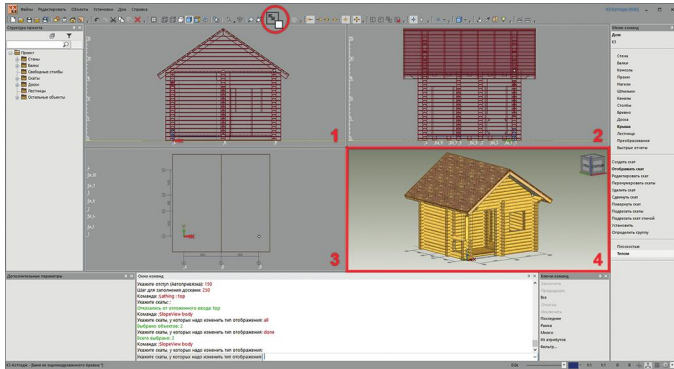
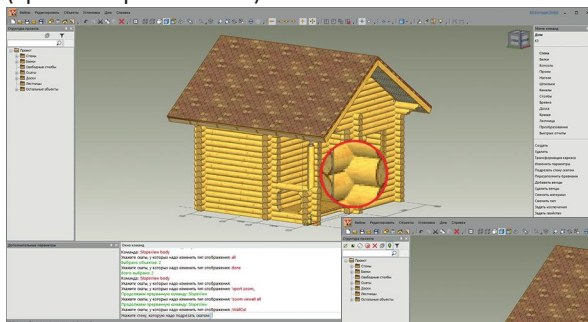

рис. 80
рис. 81
После применения команды баня выглядит, как на рис. 80.
1. Для наглядности работы переключитесь на видовое окно **№ 4** и раскройте его на все окно программы при помощи кнопки  (см. рис. 80). На экране будет изображение, как на рис. 81.
2. Проставим венцовые пазы. Для этого на вспомогательной панели запустите команду **Дом/Стена/Венцовые пазы** и дождитесь окончания работы градусника внизу экрана. В местах пересечения стен появятся линии пересечения бревен (сравните рис. 81 и 82).